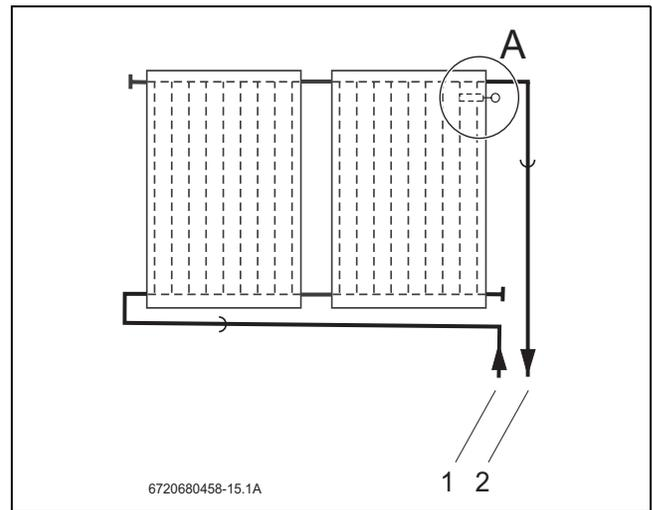

Bild 45 Einbauort Kollektorfühler (schematische Darstellung)
Der Kollektorfühler liegt der Komplettstation bzw. der Regelung bei. Den Einbauort bei ein- bzw. zweireihigen Kollektorsystemen beachten (Bild 45, [1]).
Der Kollektorfühler muss im Kollektor mit der angeschlossenen Vorlaufleitung (Bild 45, [2]) montiert werden.
- Einbauort (Bild 45, [A]) bei einreihigen Kollektorsystemen mit Vorlaufleitung rechts.